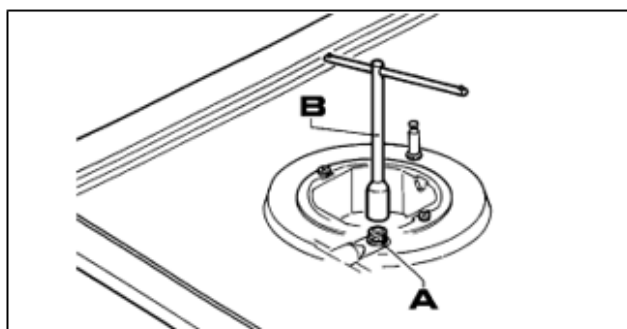

Fig. 7
- Il est possible d'adapter les brûleurs aux différents types de gaz en installant des buses qui correspondent au gaz utilisé. Pour ce faire, retirez les têtes des brûleurs et utilisez une clé droite « B » pour dévisser la buse « A » (voir fig. 7) puis remplacez-la par une buse correspondante au gaz utilisé.